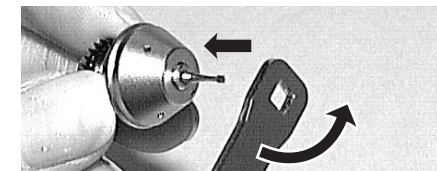

Fig. 18
- 2) Tenez le rotor avec deux doigts, comme l'illustre la Fig.18. Montez la clé fournie sur l'écrou du rotor situé sur le dessus du manche du rotor et tournez dans le sens contraire des aiguilles d'une montre. (N'importe quel côté de la clé peut être utilisé)